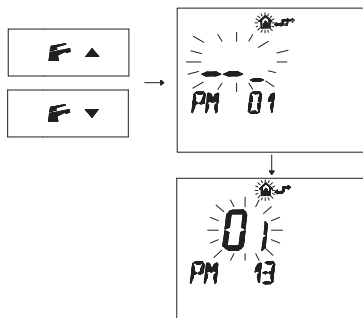

Figura 5.75
- Premere i pulsanti **F** (down) e **F** (up) per visualizzare la programmazione "PM13" modo pompa (Figura 5.75).